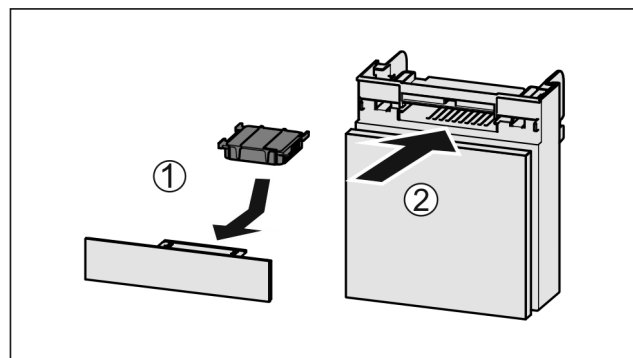

Fig. 160
- ▶ Actiefkoolfilter overeenkomstig afbeelding aanbrengen Fig. 160 (1).
- ▶ Actiefkoolfilter klikt niet vast. Als het actiefkoolfilter naar onder wijst: Lade erin schuiven Fig. 160 (2).